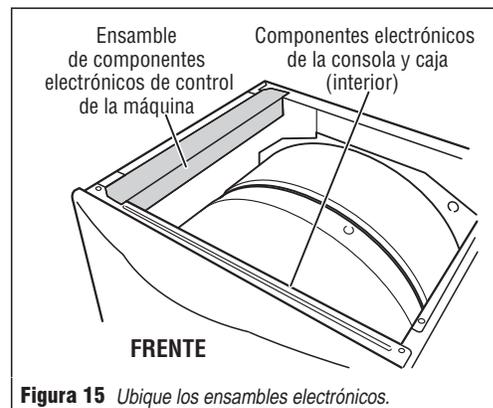

Figura 15 Ubique los ensamblajes electrónicos.
2. Saque el panel superior para lograr acceso a los dos ensamblajes electrónicos: los componentes electrónicos y la caja, y los componentes electrónicos de control de la máquina. Vea la figura 15.